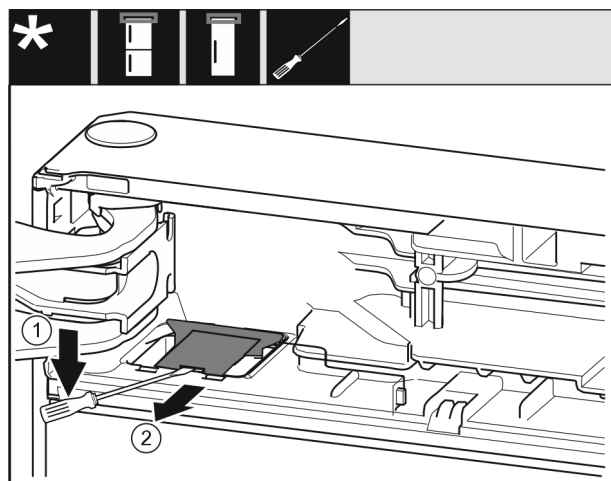

Fig. 10
- S ploščatim izvijačem iztaknite pokrov in ga dvignite. Fig. 10 (1)
- Pokrov vzemite ven. Fig. 10 (2)